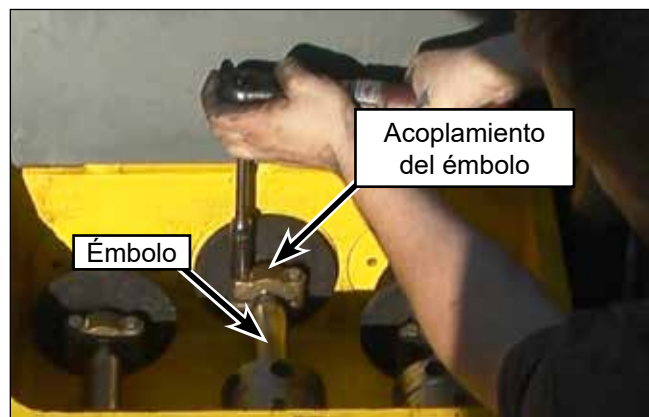

Figura 132: Extracción del acoplamiento del émbolo.
2. Abra la cubierta de la caja de barras y quite los dos tornillos de casquete que aseguran el acoplamiento del émbolo (Figura 132) al émbolo y quite el acoplamiento.